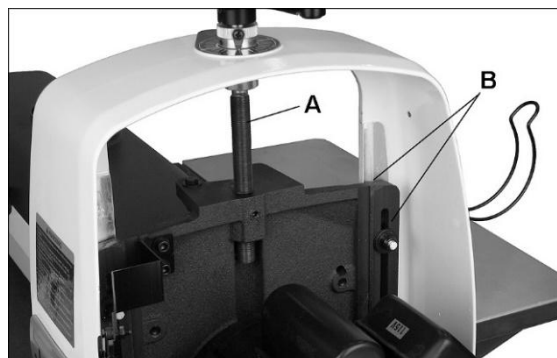

Figure 10-1 Lubrification
- Lubrifiez la vis-mère (A, Figure 10-1) si nécessaire.
- Gardez les zones de glissement propres (B, Figure 10-1).